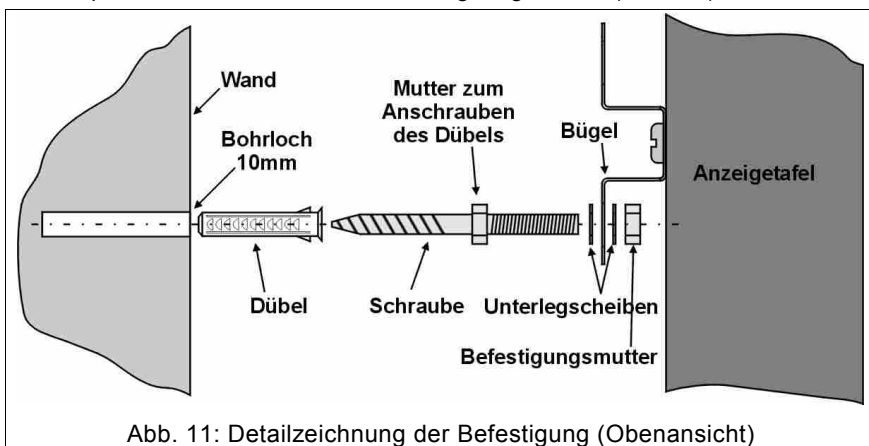

Abb. 11: Detailzeichnung der Befestigung (Obenansicht)
2. Den Dübel in jedes der beiden Bohrlöcher stecken und dann die Schraube zuschrauben, indem die Mutter mit dem entsprechenden 13 mm Schlüssel angezogen wird (Abb. 11); danach die Unterlegscheibe anbringen.